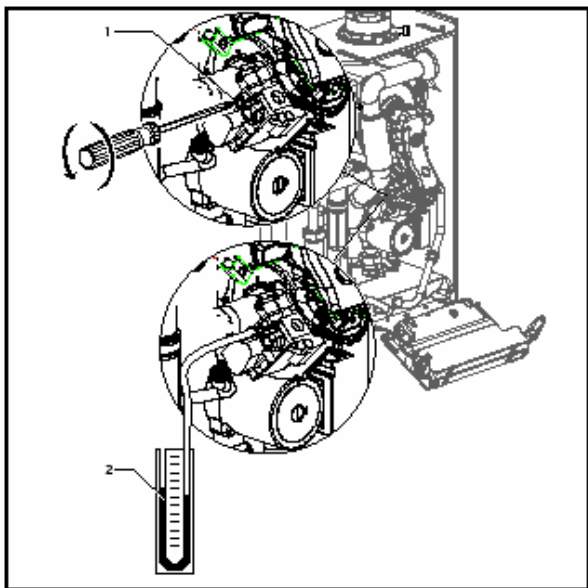

Рис. 1.28 Измерение входного давления
Для проверки входного давления выполните следующие действия (ср. рис. 1.28):
- Снимите манометр и снова завинтите до отказа уплотнительный винт (1, рис. 1.28).